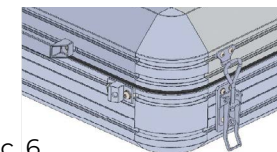

рис. 6
2. Отстегните два внешних удерживающих замка и толкните крышку вверх (рис. 6). Автоматический механизм сам поднимет крышку.